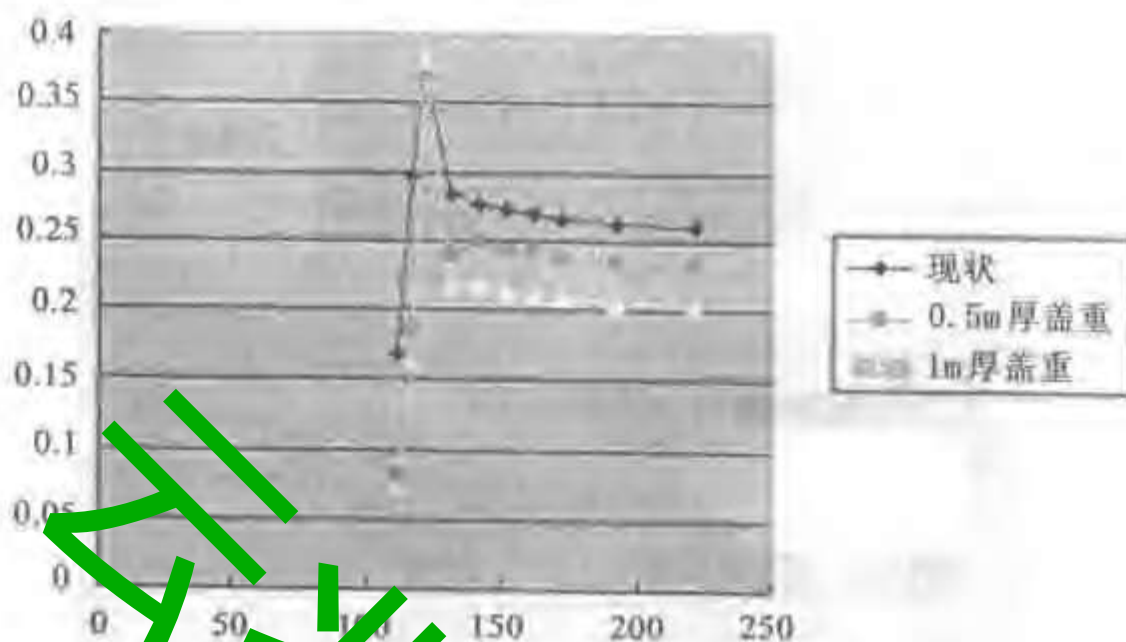

图 4-16 数据系列比较图表
(2) 在 X 值(X)及 Y 值(Y)选项中,确定 X、Y 值数据源在数据清单中的位置。数据源在表格中的位置可以直接输入其范围,或者单击右边  按钮,再在图 4-10 所示的数据系列中进行框选。完成了一个系列的数据源图形制作后,在图 4-14 所示的数据源对话框中,可以继续添加“系列”,重复上面的操作直至所有“系列”添加完毕,如图 4-15 所示,最后单击“完成”,出现图 4-16 所示的数据系列比较图表。